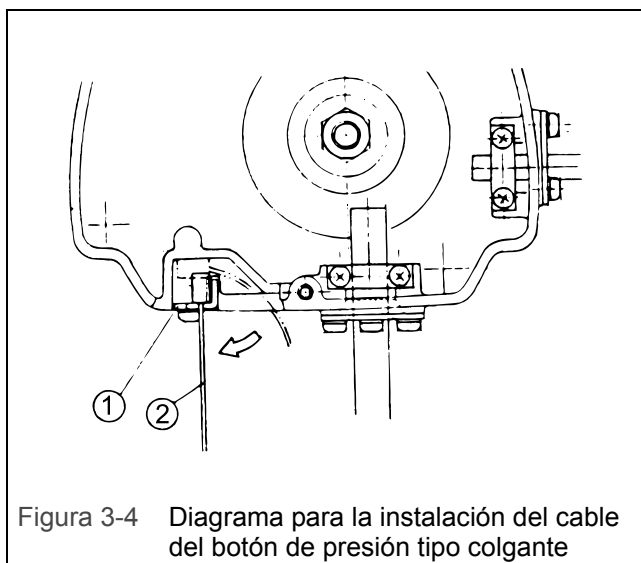
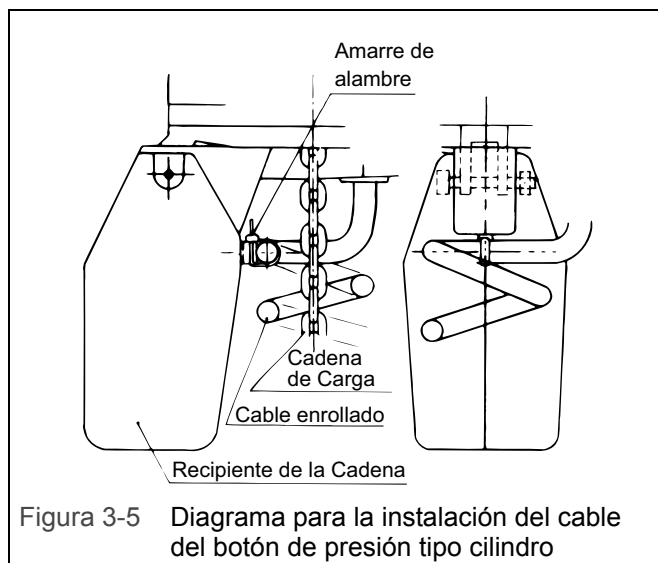

Figura 3-4 Diagrama para la instalación del cable del botón de presión tipo colgante
Figura 3-5 Diagrama para la instalación del cable del botón de presión tipo cilindro
- Consulte la Figura 3-4.
- Sujete el cable de liberación del esfuerzo (2) al soporte del cable L (1).
- 2.) Modelo de cilindro con velocidad doble (DA)
- Consulte la Figura 3-5.